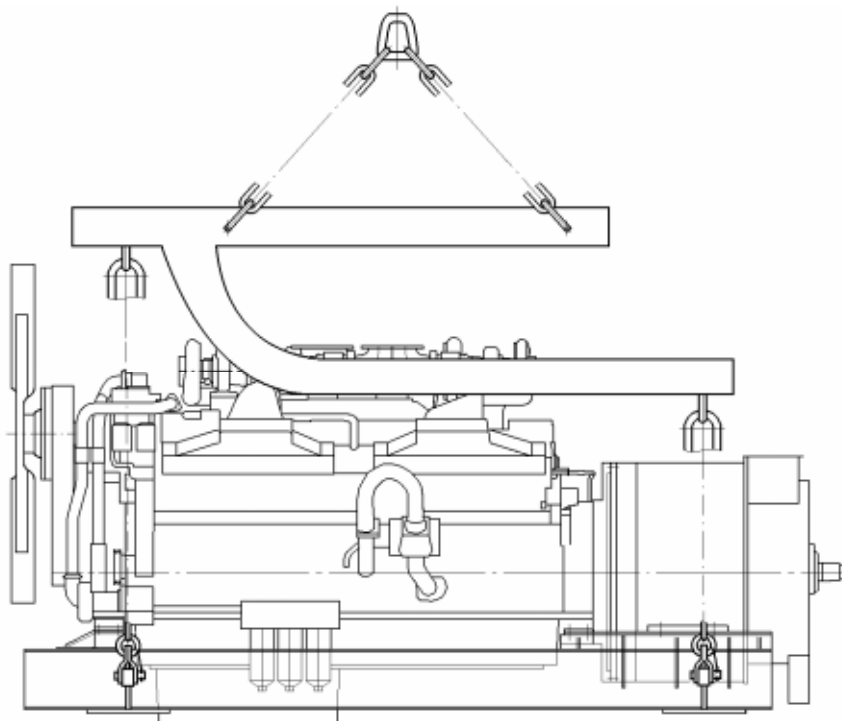

Рисунок 5.1 – Схема зачаливания дизель-генератора самосвала БелАЗ-75306 подвеской 7808-8874
- зачалить дизель-генератор за подмоторную раму (рисунок 5.1), поднять краном, медленно переместить вперед по ходу автомобиля и установить на подставку.